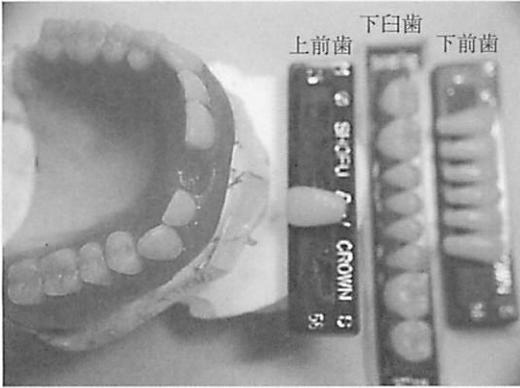

図8 既製の人工歯をろうの歯茎に並べていく
i) ろうで歯肉部分の模型を作りそれに樹脂や陶材の既製人工歯、留め金を埋め込んで、入れ歯の大きさ、形に仕上げます (図8)。